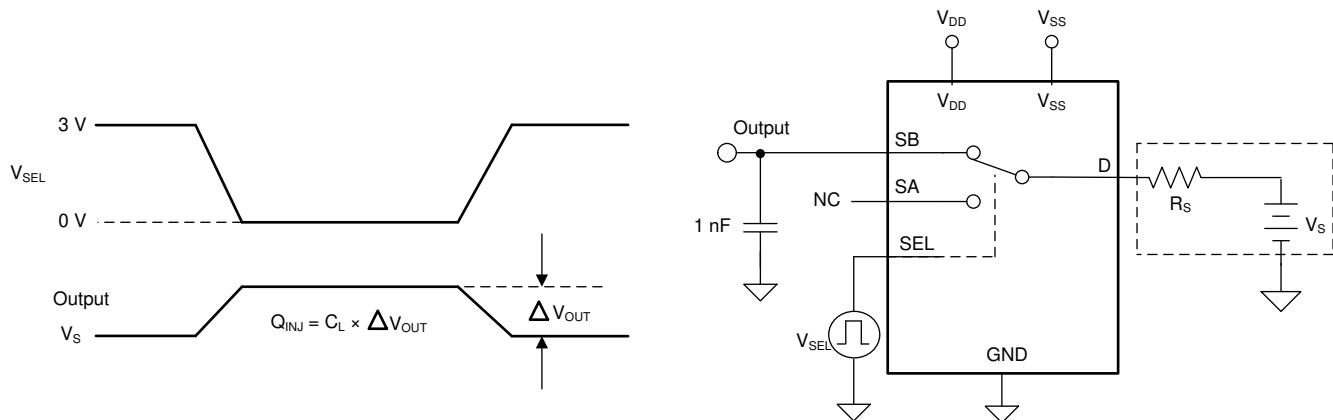

図 6-6. 電荷注入測定時の設定
TMUX6136 には、シンプルな送信ゲートトポロジが採用されています。NMOS トランジスタと PMOS トランジスタの間で容量の不一致がある場合、ゲート信号の立ち下がりエッジまたは立ち上がりエッジにおいて、ドレインまたはソースに電荷が注入されます。デバイスのソースに注入される電荷の量は電荷注入と呼ばれ、 $Q_{INJ}$  という記号で表されます。図 6-6 に、ドレイン (D) からソース (Sx) に向けた電荷注入の測定に使用する設定を示します。